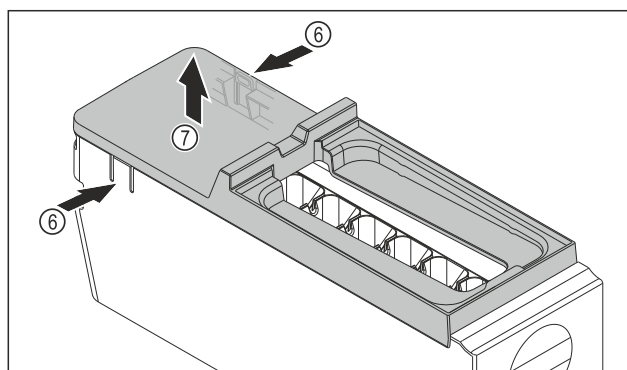

Fig. 105
- Afdekking van de EasyTwist-Ice-corpus wegnemen: Strips Fig. 105 (6) aan beide zijden van de EasyTwist-Ice-corpus met een hand indrukken.
- Afdekking Fig. 105 (7) met de andere hand van bovenaf wegnemen.